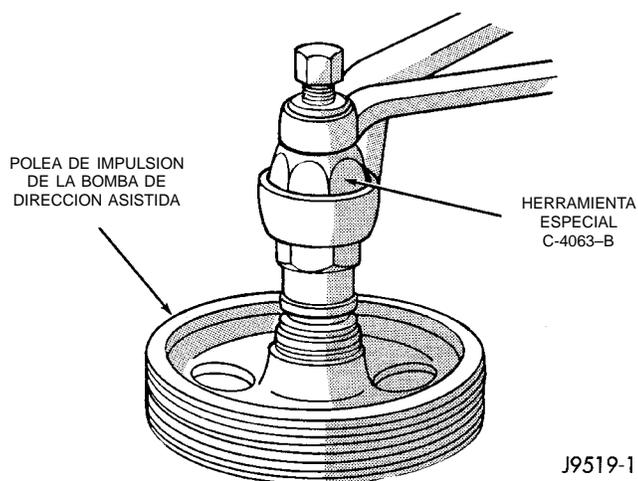

Fig. 6 Instalación de la polea
- (1) Reemplace la polea si está doblada, agrietada o floja.
- (2) Instale la polea en la bomba con el Instalador C-4063-B (Fig. 6) de manera tal que quede a ras del eje. Asegúrese de que la herramienta y la polea se mantengan alineadas con el eje de la bomba.